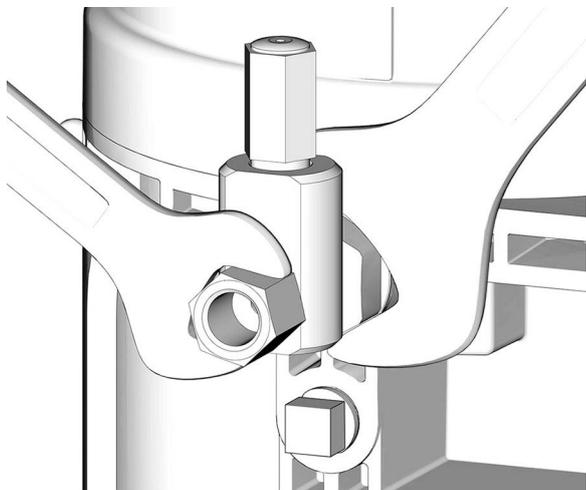

图 17
- 当将任何东西连接到泵元件或辅助管件上时，务必在相反方向上使用两个扳手进行作业。示例可参见图 17。